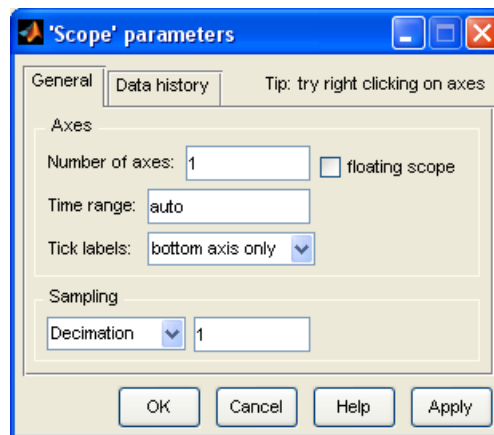

Abbildung 4.6: Scope Parameter General
- In der Karte **General** (Abbildung 4.6) können folgende Einstellungen getroffen werden: